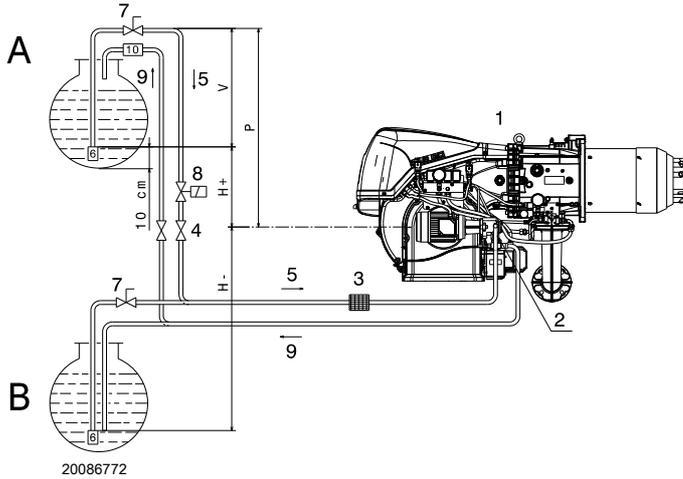

图 23
**高位油箱 A (图 23)**
**低位油箱 B (图 23)**
图例 (图 23)